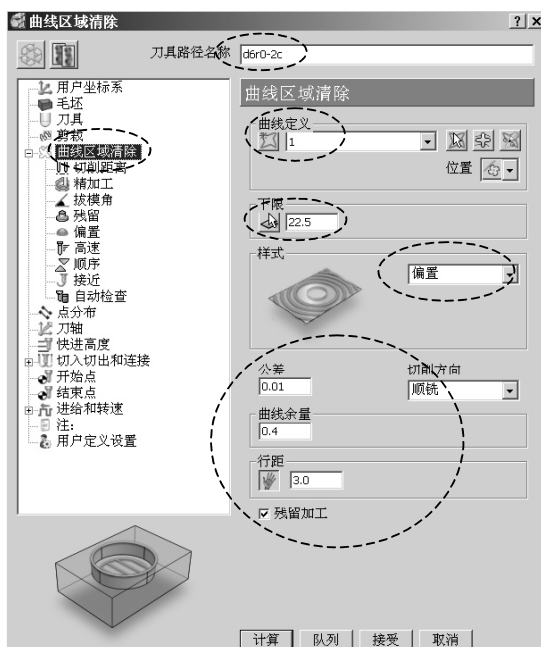

图 6-91 设置 R3 圆角加工刀路参数
1) 在 PowerMILL 综合工具栏中，单击刀具路径策略按钮 ，打开“策略选取器”对话框，选择“2.5 维区域清除”选项卡，在该选项卡中选择“二维曲线区域清除”，单击“接受”按钮，打开“曲线区域清除”表格，按图 6-91 所示设置参数。